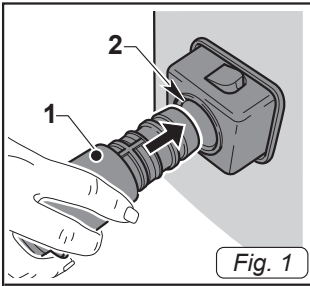

Fig. 1
- Introdurre, fino a finecorsa, il manicotto (1 Fig. 1) del tubo di aspirazione nella bocchetta (2 Fig. 1) presente sul fusto.